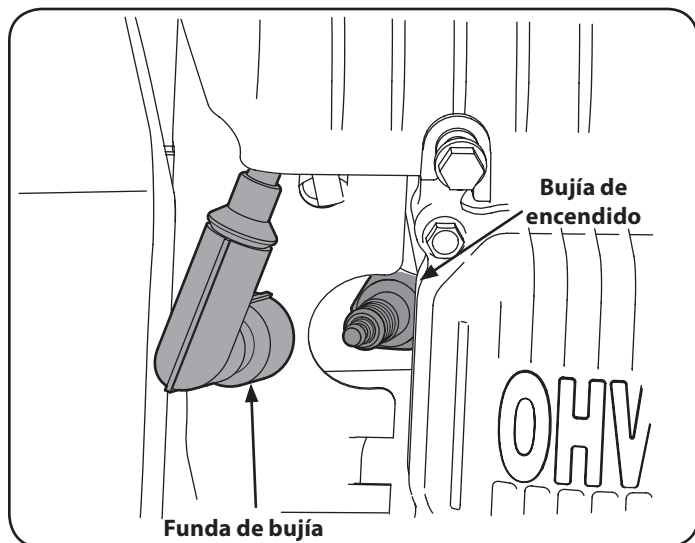

Figura 28
- Retire la funda de bujía y utilice una llave para bujías para extraer la bujía. Vea la Figura 28.